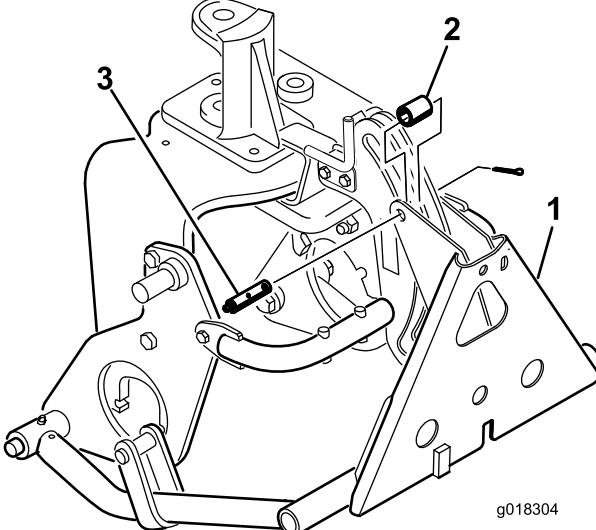

Figure 10
- Fixez l'adaptateur au bâti d'attelage avec un tube, un axe de chape et une goupille fendue (Figure 10).